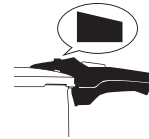

Abb. 13
2. Wenn sich die Druckanzeige in der Ausgangsstellung befindet und der Stift nicht mehr zu sehen ist, wurde der gesamte Druck aus dem Schnellkochtopf abgelassen und Sie können ihn öffnen (Abb. 13).